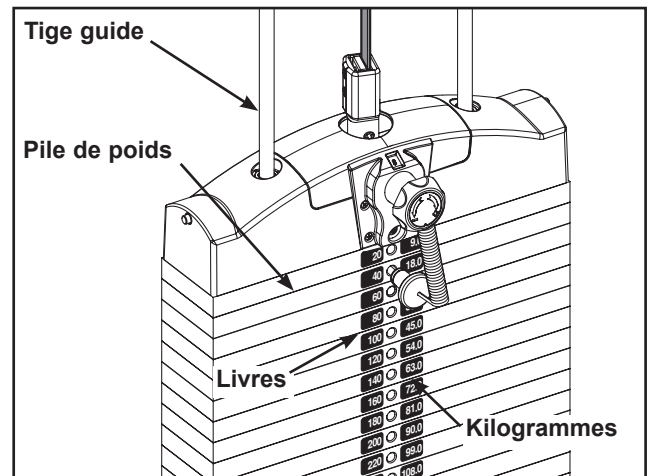

Figure 4
- D. Enlever soigneusement le côté avant en prenant soin que les autocollants adhèrent bien aux plaques de poids. Voir la figure 4.